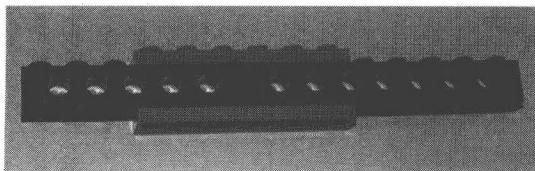

图 2-6 梁与梁的延长连接
- a. 梁与梁的延长连接: 上下用条固定; 左右各留出两个以上乐高单位固定(如图 2-6)。